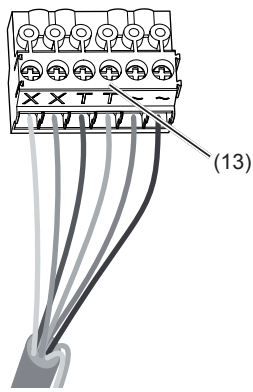

Bild 7: verdrahteter Anschluss-Klemmblock
- Anschluss-Klemmblock (13) vom Videoeinsatz nach unten hin abziehen.
- Adernpaar der 2Draht Busleitung an die Klemmen **XX** des Anschluss-Klemmblocks anschließen (Bild 7).
- Gegebenenfalls Türöffner-Leitung an die Klemmen **TT** des Anschluss-Klemmblocks (Bild 7 und 8) anschließen.
- Für Ruftasten-Hinterleuchtung und Kameraheizung 12 V~ Zuleitung vom Netztransformator an die Klemmen des Anschluss-Klemmblocks anschließen (Bild 7).